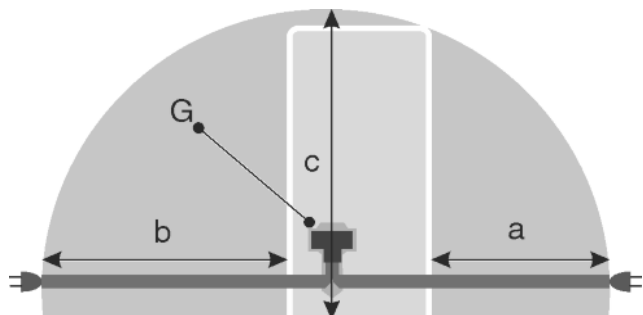

Fig. 24
- Gniazdo znajduje się poza tylną częścią urządzenia w podanym obszarze Fig. 24 (a, b, c).
- ▶ Wtyczkę urządzenia Fig. 24 (G) podłączyć z tyłu urządzenia. Zwrócić uwagę na prawidłowe zazębienie.